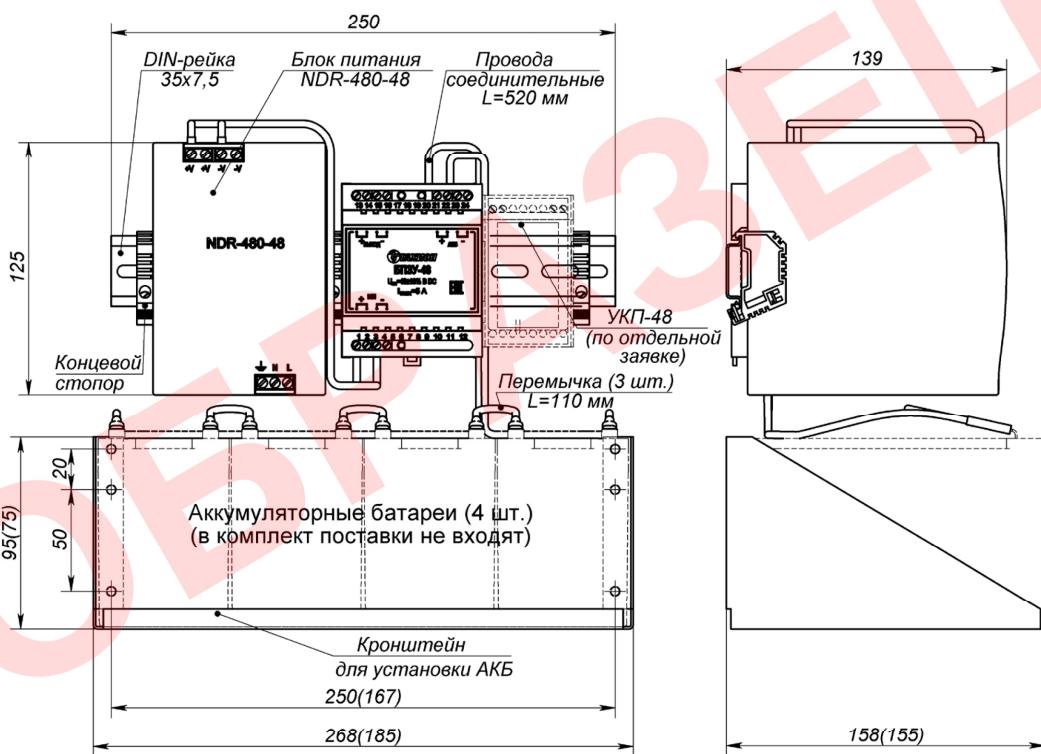

Рисунок 1 – Устройство, габаритные и установочные размеры
12. Габаритные размеры	см. рисунок 1
2. Установить аккумуляторные батареи на кронштейн (рисунок 1) и подключить их проводами соединительными к контактам 21 (+) и 23 (-) БПЗУ-48, соблюдая полярность. Соединить аккумуляторы перемычками.
4. Подать трехпроводным кабелем напряжение питания 220 В AC на соответствующие контакты блока питания, при этом фазный провод (L) соединить с контактом L, нулевой провод (N) с контактом N, а провод заземления соединить с контактом $\perp$.